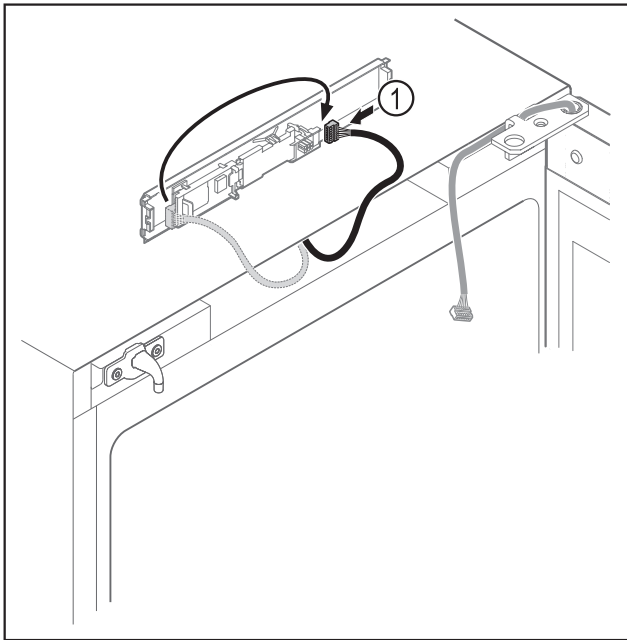

Fig. 18
- Scambiare la posizione del connettore Fig. 18 (1) sulla scheda.